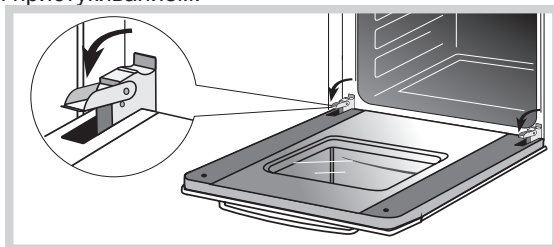

Рис.12
- поднимите и поверните до упора рычаги, расположенные на двух шарнирах (рис. 12),